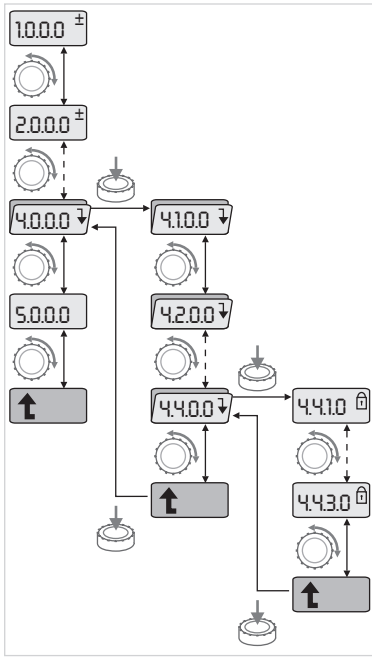

Fig. 36. Приклад навігації
- Загальну навігацію в меню виконувати описаним нижче так (приклад див. на Fig. 36):